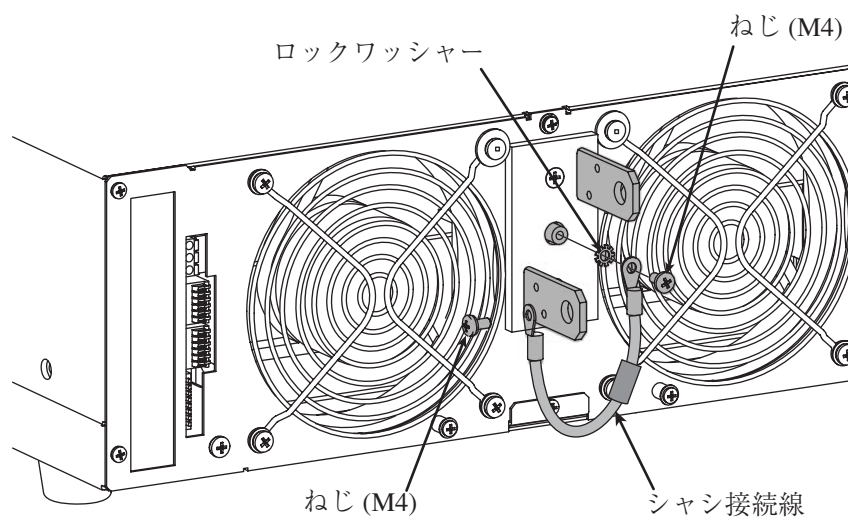

図 3-10 シャシ接続線の接続例
3. 付属のシャシ接続線を使って、シャシ端子を－（負）出力端子または＋（正）出力端子のどちらかへ接続します。図 3-10 を参照してください。
補助出力端子から負荷を取る場合でも、通常はシャシ端子を－（負）出力端子または＋（正）出力端子のどちらかへ接続してください。接続方法は、図 3-10 を参照してください。